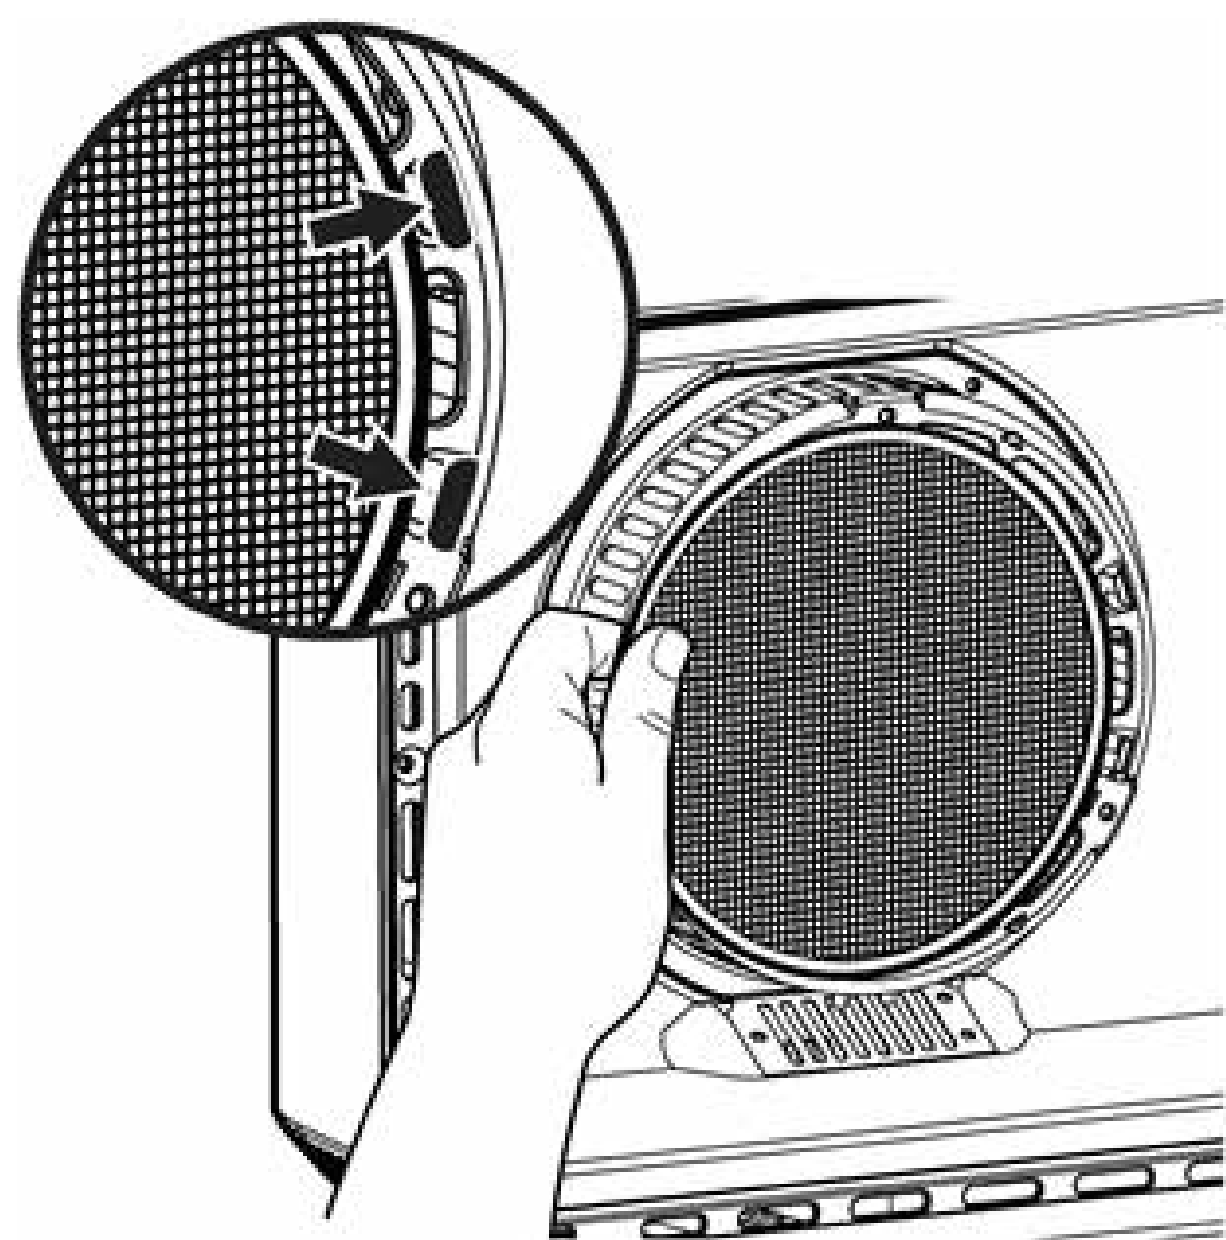

IMAGEN 1
1. Conecta el termómetro en la unidad (Ver imagen 1)